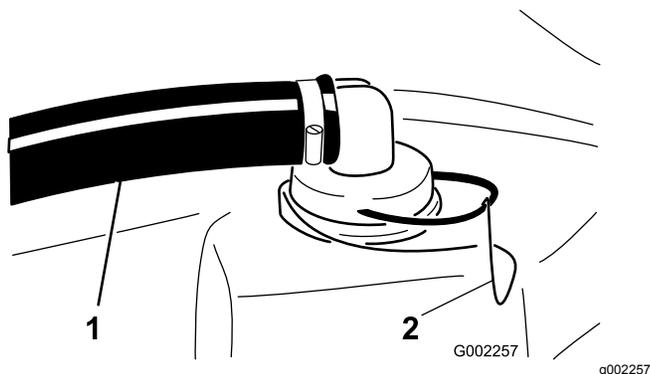

Рисунок 66
2. В верхней части бака опрыскивателя снимите фиксатор, который крепит шланговый штуцер, подсоединенный к большому шлангу, идущему от корпуса сетчатого фильтра (Рисунок 66).
3. Отсоедините шланг и штуцер шланга от корпуса сетчатого фильтра (Рисунок 66).